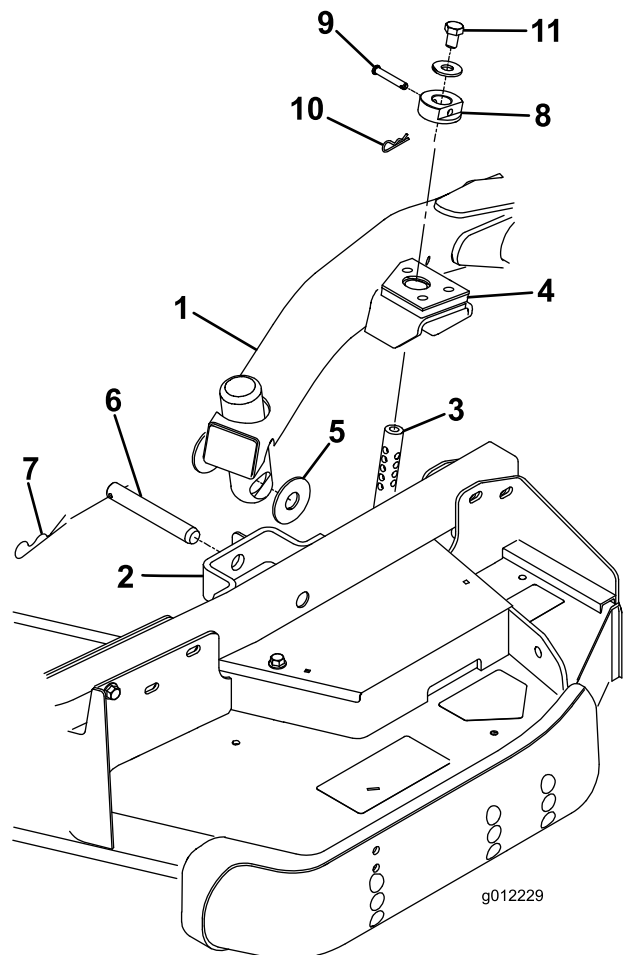

Figura 4
2. Desloque a alavanca de elevação para a posição Suspensa. Empurre um braço de elevação para baixo até que os furos no braço fiquem alinhados com os furos do suporte do braço da roda giratória e a haste de altura de corte possa ser inserida nas pastilhas do braço de elevação (Figura 4).
3. Prenda o braço de elevação ao braço da roda giratória com 2 anilhas de encosto, um passador de forquilha e um pino de gancho. Posicione as anilhas de encosto entre o braço de elevação e o suporte do braço da roda giratória (Figura 4). Insira a extremidade do gancho na ranhura da patilha do braço da roda giratória para fixar o contrapino.
7. Instale o anel da altura de corte nas varetas da altura de corte e prenda os passadores de forquilha e pernos do gancho (Figura 4). Coloque a cabeça do passador de
8. Instale um parafuso (1/2 x 3/4 pol.) e uma anilha na parte superior de cada vareta da altura de corte (Figura 4).